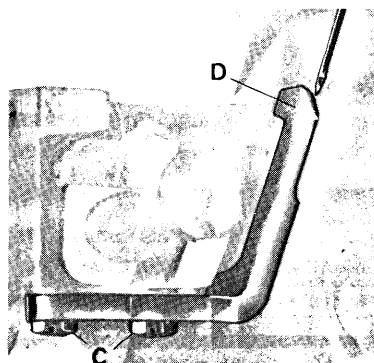

fig. 4
- Fissare sulla base della macchina lo spingi asola D con le viti C (fig. 4)